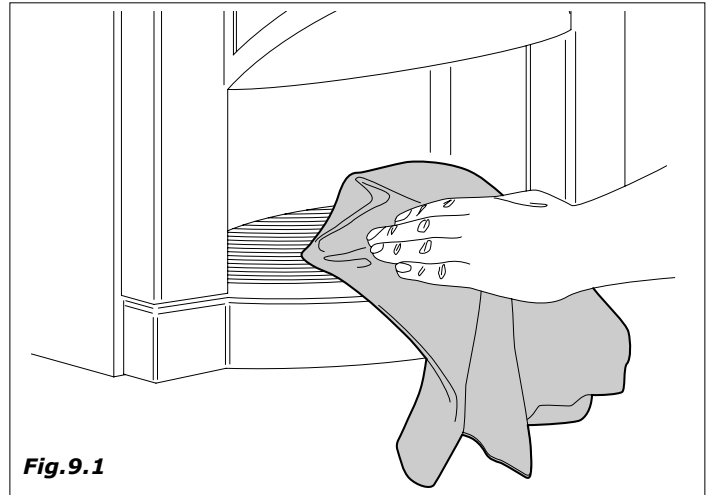
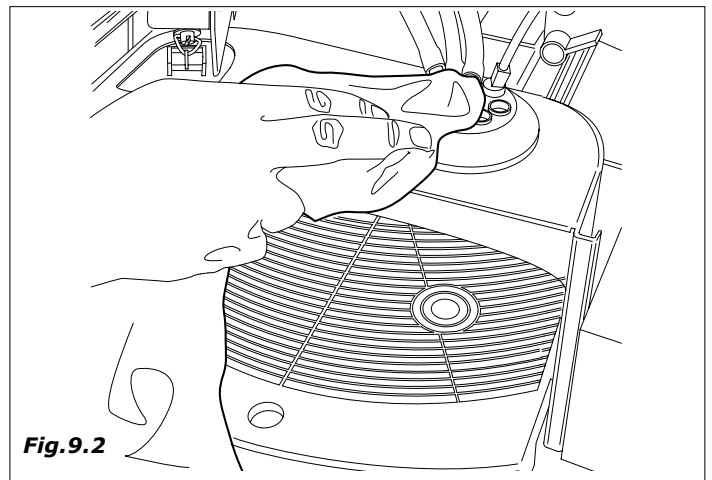

Fig.9.1
Fig.9.2
- limpiar todas las partes visibles de la zona de recepción de vasos (Fig.9.1 e Fig.9.2)